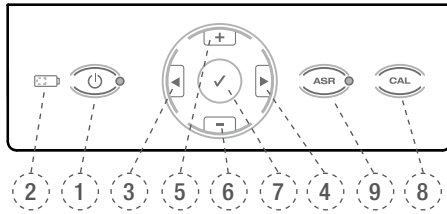

Fig. 4 Tastiera
- oppure è possibile far funzionare il dispositivo tenendo premuto il tasto **CONFERMA** ✓ (7), Fig. 4 per 1,5 secondi. Il dispositivo si ferma di nuovo premendo un qualsiasi tasto o azionando il pedale. Per risparmiare la capacità della batteria, durante l'utilizzo tramite il tasto **CONFERMA** ✓, il dispositivo si arresta automaticamente dopo 5 minuti di inattività.
Per spegnere il dispositivo, premere il tasto **POWER**. Il LED (2), Fig. 4 della batteria non si accenderà a meno che la batteria non sia sotto carica.
- Tenere premuto il tasto **CAL** (8), Fig. 4.